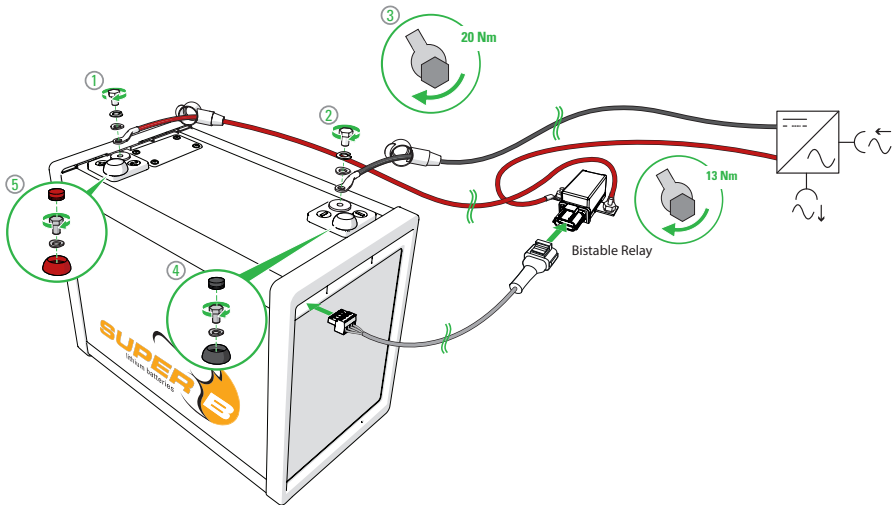

Figure 10. Befestigung der Polkappen
4. Schließen Sie den - Pol der Batterie an. Schließen Sie nicht zuerst den - Pol an, da dies zu Kurzschlüssen führen kann (siehe Abbildung 10).
6. Setzen Sie die Polkappen auf die Pole (siehe Abbildung 10).